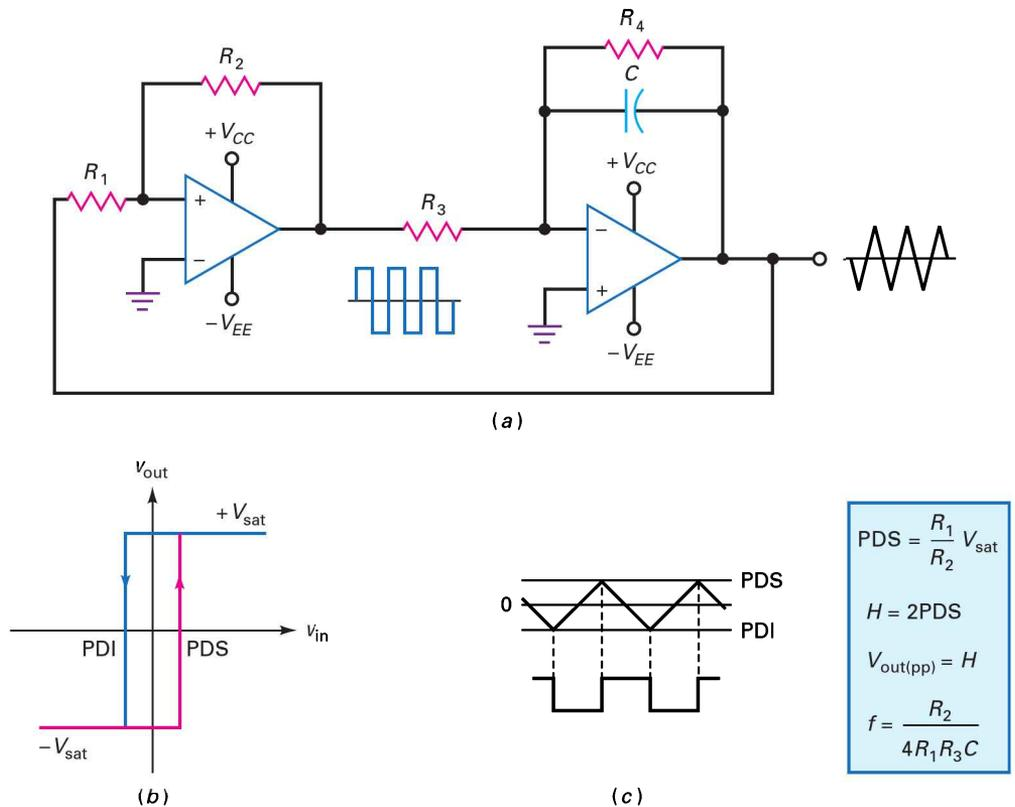

Figure 20.35
La figure 20.35 donne cette relation, ainsi que d'autres résultats de la résolution des équations.
Réponse Avec les relations données sur la figure 20.35, le PDS a la valeur :
20.12 Avez-vous compris ? À la figure 20.35, faire passer R_1 à $2 \text{ k}\Omega$ et C à $1 \text{ }\mu\text{F}$. Calculer $V_{\text{out(pp)}}$ et la fréquence de sortie.